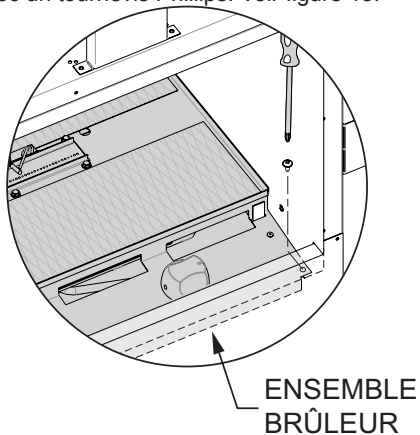

Figure 15
- c. Retirer les deux vis des coins avant du panneau de contrôle avec un tournevis Phillips. **Voir figure 15.**